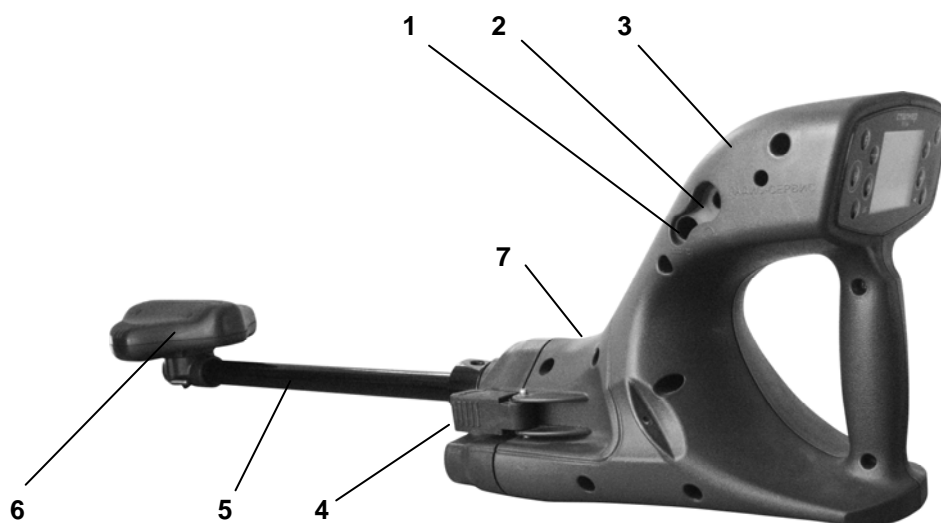

Рисунок 1.4.1 - Внешний вид приёмника с модулем магнитной антенны.
В приёмнике, оснащённом модулем магнитной антенны (см. рис. 1.4.1 поз. 5), используется индукционный метод поиска коммуникации и определения места повреждения электрического кабеля. Магнитная антенна снабжена поворотным механизмом, позволяющим устанавливать ось магнитной антенны под углом 45° к земле для определения глубины залегания коммуникации «методом 45° ». Подключение сменных датчиков позволяет находить место повреждения изоляции коммуникации по напряжению, вызванному растеканием тока по грунту.
Для зарядки штатного аккумулятора подключить выходной штекер блока питания из комплекта поставки к соответствующему гнезду приёмника (см. рис. 1.4.1, поз. 5). Блок питания включить в сеть «220 В». Завершение процесса зарядки отображается в виде заполненного символа «БАТАРЕЯ».
- застегнуть замки фиксации (поз. 6 рис. 1.4.1).